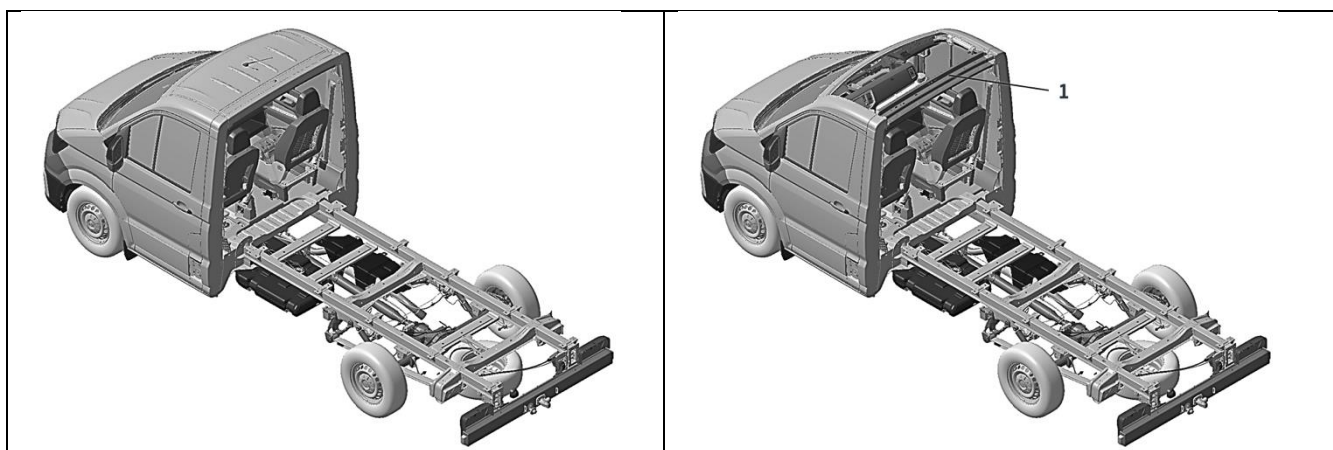

Fig. 1: deflettore (versione con e senza tetto della cabina di guida)
Nel caso del deflettore (n. PR K4N) applicato su autotelaio con cabina singola, in fabbrica non si montano la parete posteriore della cabina di guida o la parete divisoria e il tetto della cabina di guida. Per l'irrigidimento della cabina di guida per il trasporto, nella versione senza tetto al di sopra dei montanti B è montata una centina del tetto ausiliaria (1) (vedi fig.1 Deflettore).